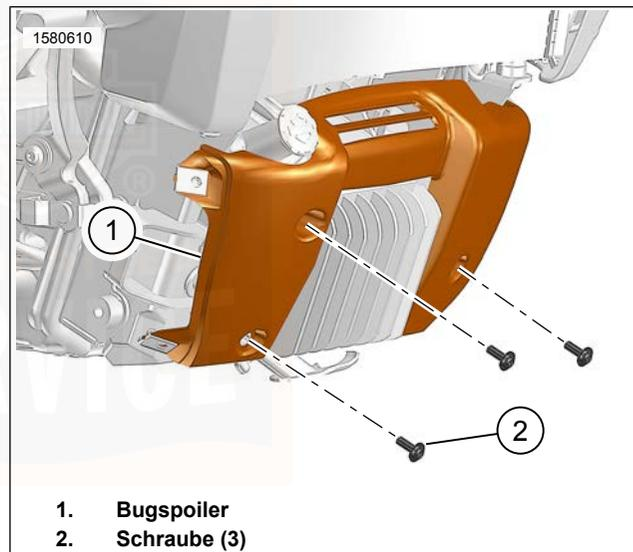

Abbildung 66. Bugspoiler
3. Siehe Abbildung 66. Schrauben (2) entfernen.
4. Spoiler (1) ausbauen.
1. Siehe Abbildung 66. Spoiler (1) einbauen.
2. Die Schrauben (2) anbringen. Festziehen.